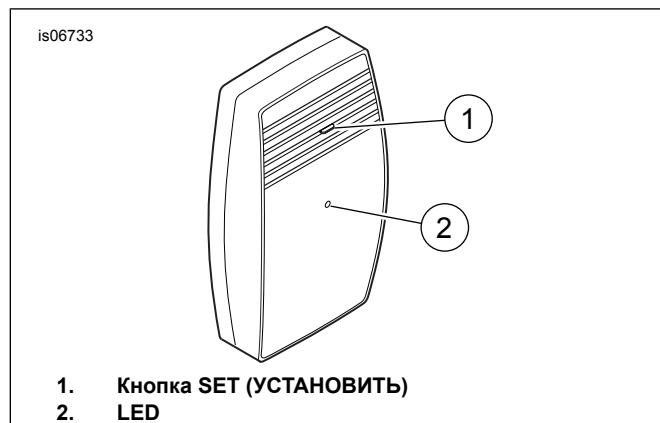

Рисунок 33. Приемник системы открывания дверей гаража, вид спереди
4. См. Рисунок 33 . Нажмите и удерживайте кнопку SET (УСТАНОВИТЬ) (1) на **приемнике** Harley-Davidson системы открывания дверей гаража. При удерживании кнопки SET (УСТАНОВИТЬ) светодиод (2) на приемнике непрерывно мигает.